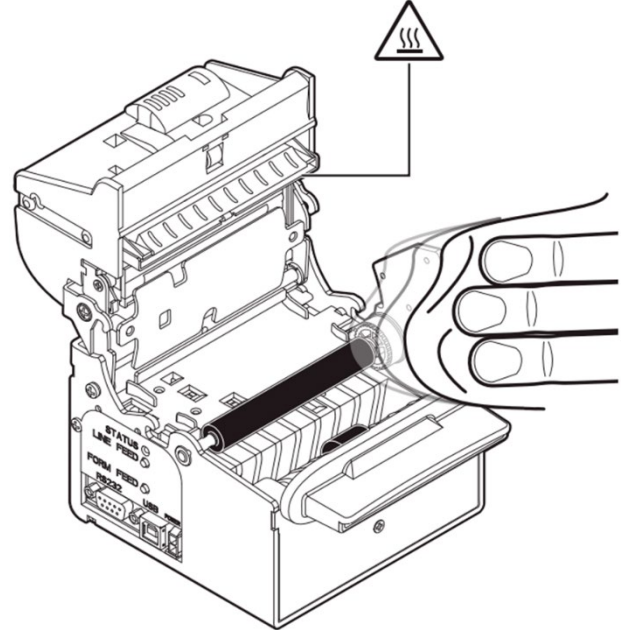

Рисунок 33. Очистка роликов захвата бумаги принтера
2. Очистка роликов захвата бумаги принтера неабразивной тканью, смоченной изопропиловым спиртом (см. рис. 33). Для очистки не используйте растворители или жесткие щетки. Не допускайте попадания воды или других жидкостей внутрь принтера.